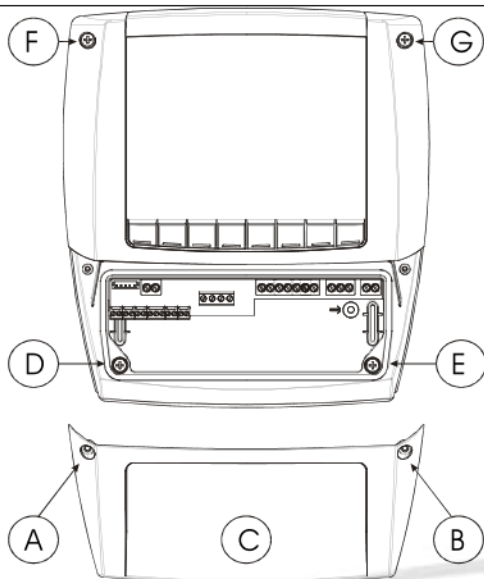

Bild 1
- Die 4 sichtbaren Schrauben lösen (Bild 1, A, B, F, G) und die Front abnehmen (Bild 1, C).
- Zwei Schrauben (Bild 1, D, E) lösen, welche die Front und dahinterliegenden Teil verbindet. Danach hat man zwei Teile.
- Die Front mit den vorgesehenen 4 Schrauben wieder anschrauben (Bild 1, D, E, F, G). Bitte nicht zu fest anziehen, da sonst das Kunststoffgehäuse beschädigt werden könnte.
- Den hinteren und vorderen Teil miteinander verbinden und mit den vorgesehenen 4 Schrauben verbinden (4x35 mm), siehe Bild 1, A, B, D, E. Max. Tafelstärke: 6mm.